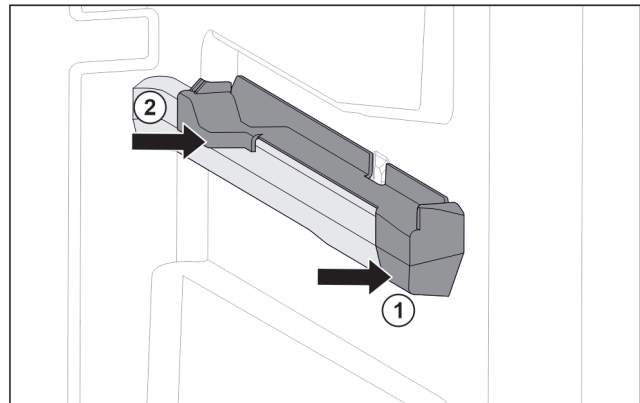

Fig. 44 Insteekelmsnt op rechter containerrib
- Insteekelmsnt voor tegen containerrib plaatsen. Fig. 44 (1)
- Insteekelmsnt achter aandrukken. Fig. 44 (2)